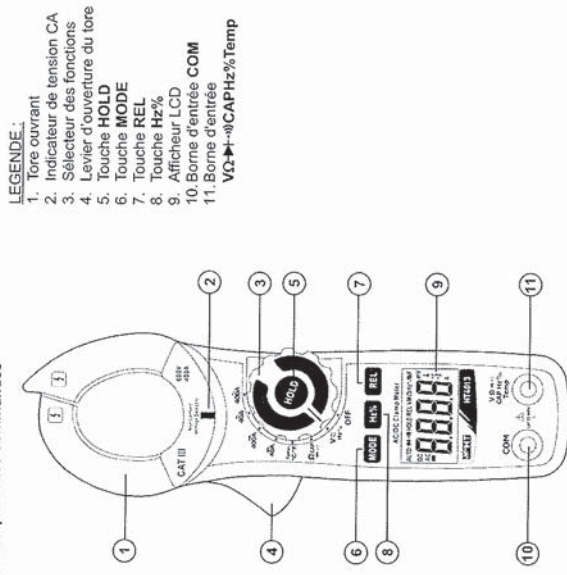

Fig. 1 : Description de l'instrument
1. Tourner l'instrument dans n'importe quelle position du sélecteur, approcher l'instrument d'une source AC et noter l'allumage de la DEL rouge à la base du tore (voir Fig. 1 – Part 2) qui en souligne la présence